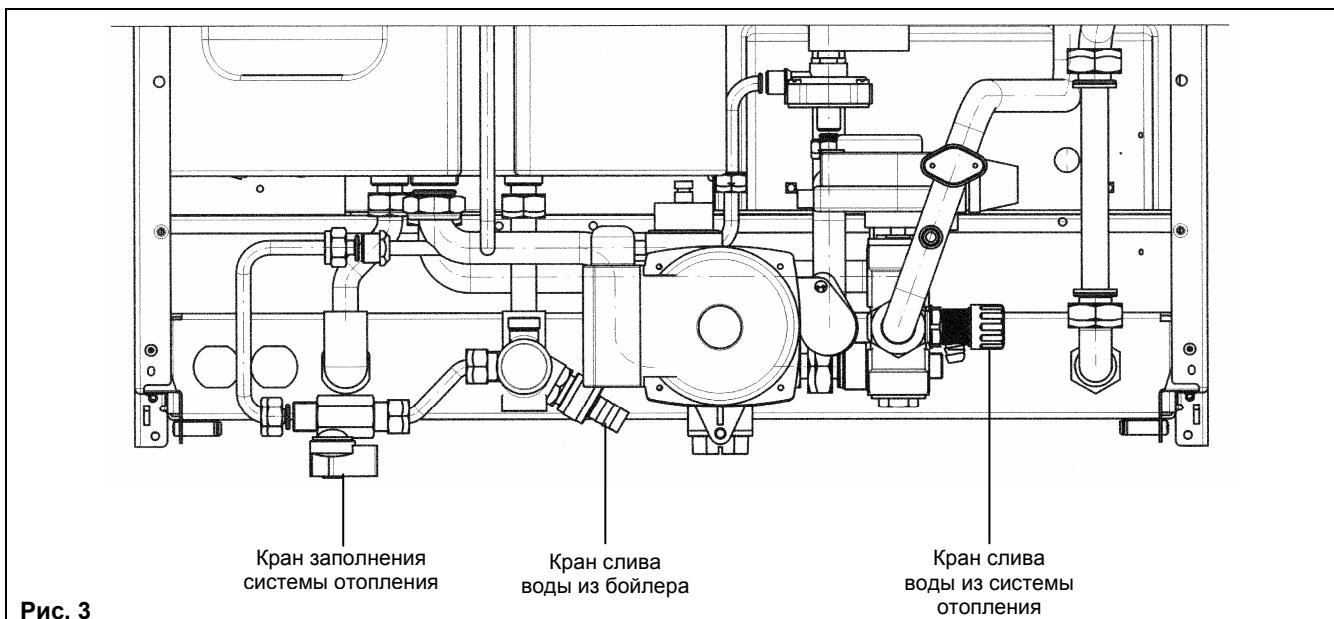

Рис. 3
**Важно!** Регулярно проверяйте по манометру (рис.3), чтобы давление находилось в пределах от 0,7 до 1,5 бар при холодной системе отопления. При превышении давления откройте сливной клапан. Если давление ниже нормы откройте кран заполнения (рис.3).